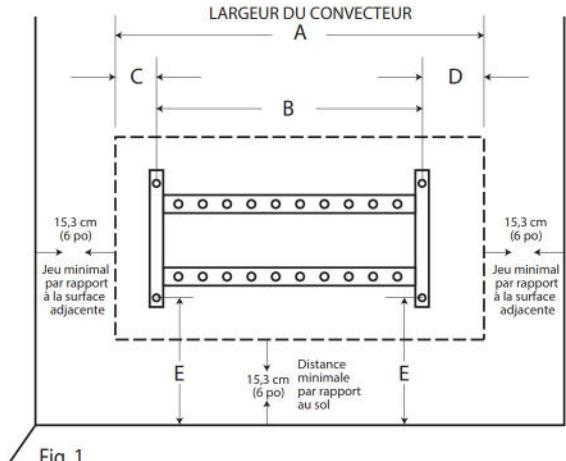

Fig. 1
Choisir un emplacement approprié pour le montage du convecteur. L'emplacement déterminé devra fournir assez d'espace et de dégagement tel qu'illustré à la Fig. 1.
2. Utilisez le support de montage comme guide en le maintenant contre le mur tel qu'illustré sur la Fig. 1.
3. Suivre les dimensions spécifiées dans la Fig. 1 et placer le support de montage à l'emplacement souhaité.